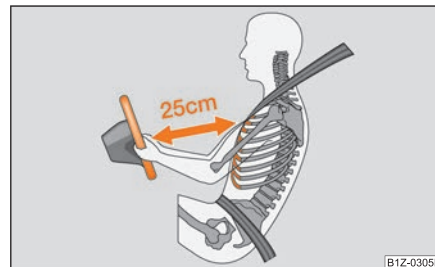

Fig. 180 Distancia de seguridad con respecto al volante
- **Es importante que el conductor y el acompañante mantengan una distancia mínima de 25 cm con respecto al volante o al tablero de instrumentos $\Rightarrow$ fig. 180.** Si no respeta la distancia mínima, el sistema de airbag no puede protegerle – ¡Peligro mortal! Además, los asientos delanteros y los reposacabezas siempre deben estar correctamente ajustados a la estatura del ocupante.